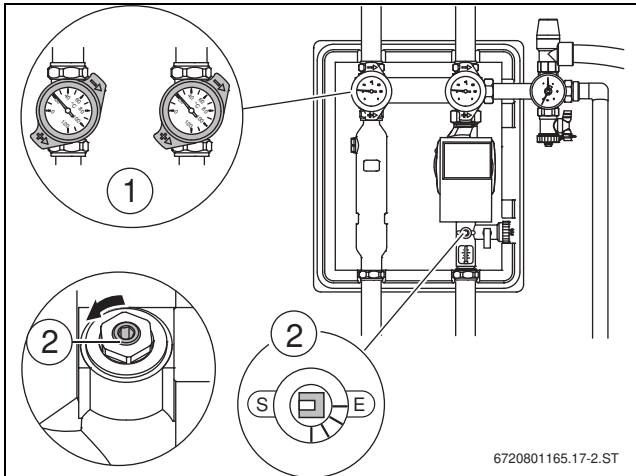

Рис. 36 Открытые запорные устройства
- ▶ Установите шаровые краны (→ рис. 36, [1]) на 45° и откройте ограничитель потока [2], а также другие запорные устройства.
- ▶ Установите шаровые краны (→ рис. 36, [1]) на термометрах на 45° и откройте ограничитель потока (→ рис. 36, [2]), а также другие запорные устройства.